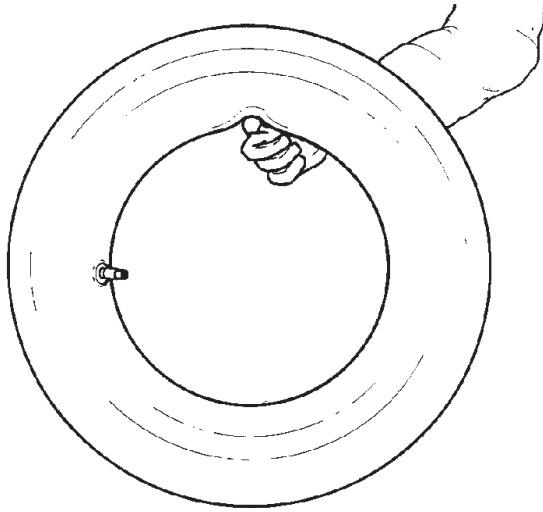

Fig. 5.1-2
C. Hinchel ligeramente el tubo: si lo toma con el dedo índice debe doblarse un poco (Fig. 5.1-2).